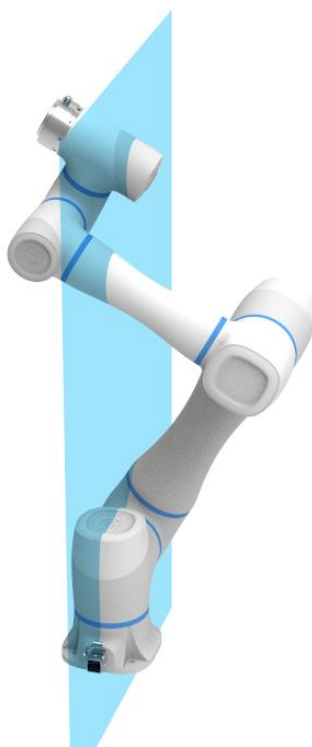

图 2.23 肩关节奇异
- 肩关节奇异位置：机械臂J5轴与J6轴的交点位于J1轴与J2轴所构成的平面，会导致奇异。如图 2.23所示。